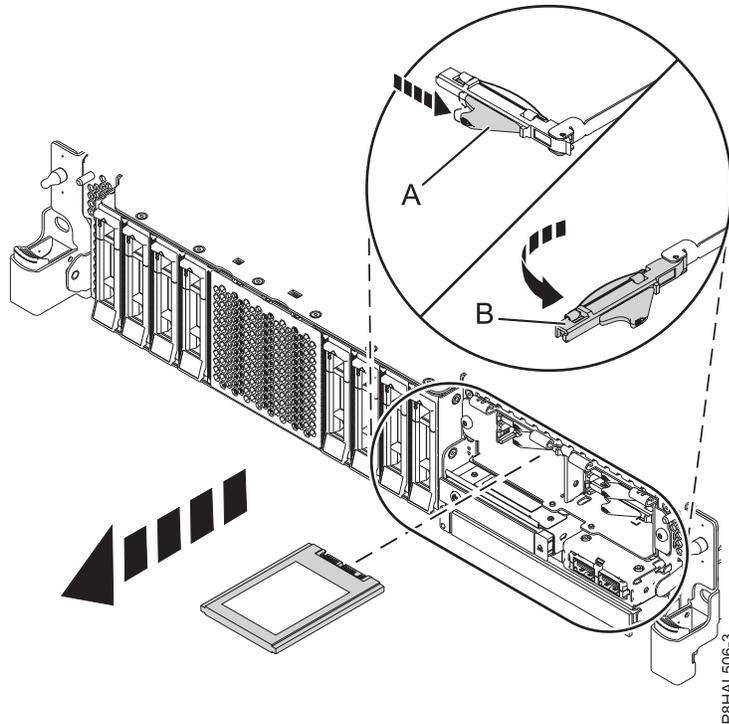

Figura 53. Extracción de una SSD de un sistema de función ampliada
12. Cuando se encienda el LED de identificación con una luz fija, desbloquee el asa de la bahía de unidad (B) presionando el pestillo del asa (A) en la dirección mostrada y tirando del asa de la bahía de unidad (B) hacia usted, como se muestra en la Figura 53 en la página 57. Si el asa no está extendida del todo, la unidad de estado sólido no se puede deslizar hacia fuera del sistema.